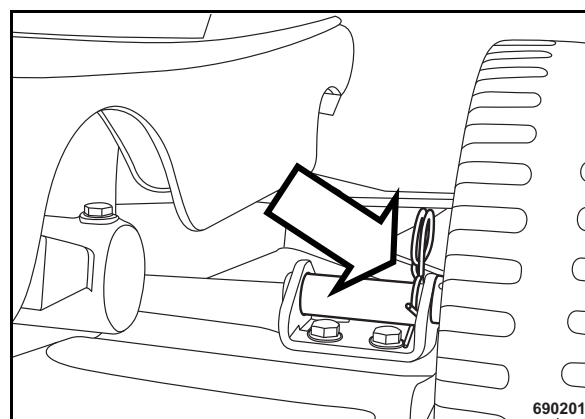

Fig. 27
- Asegurar la rueda de transporte en el soporte con un pasador elástico (Fig. 27).